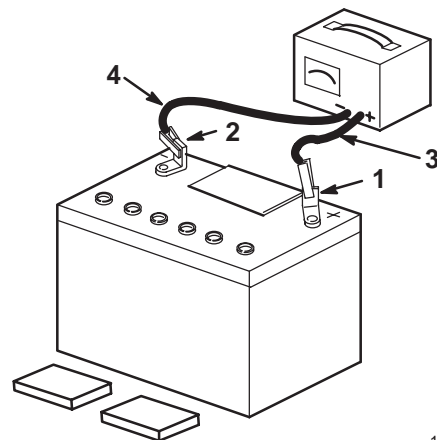

Bild 5
6. Lassen Sie die Zellen offen und schließen ein 3- bis 4-A-Batterieladegerät an die Batteriepole an (Bild 5).
8. Ziehen Sie, wenn die maximale Batterieladung erreicht ist, den Stecker des Ladegeräts aus der Dose und klemmen Sie dann die Klemmen des Ladegeräts von den Minus- und Pluspolen der Batterie ab (Bild 5).